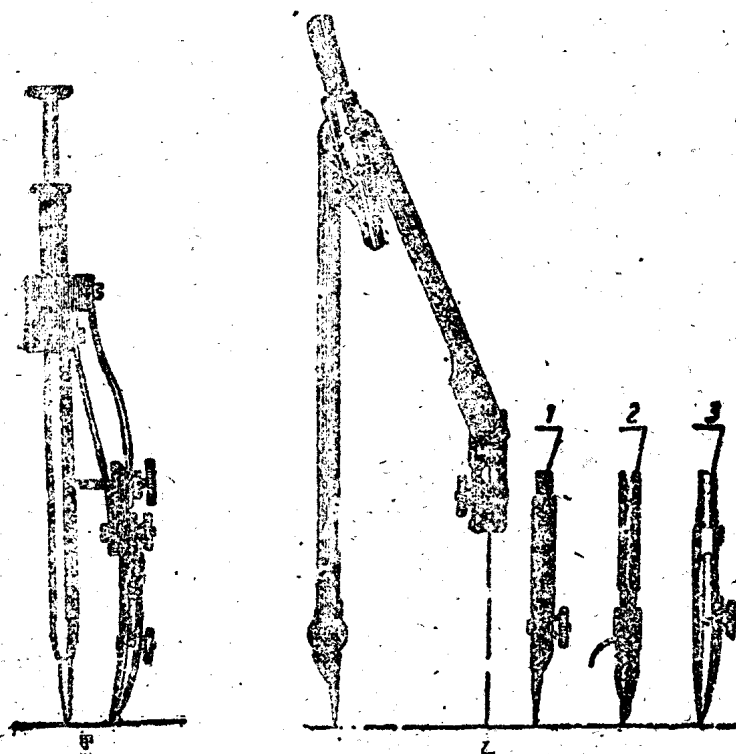

图 1. 小圆圆规与普通圆规
1. 圓規：圓規是画圓圈用的，繪图的时候，需要画出大小不同的圓圈，所以圓規的种类也很多。一般常用的有：小圓圓規和普通圓規(如图1)。它們的一个脚上能按上鴨咀笔或鉛笔，所以用它可以画墨的圓圈，也可以画鉛笔的圓圈。